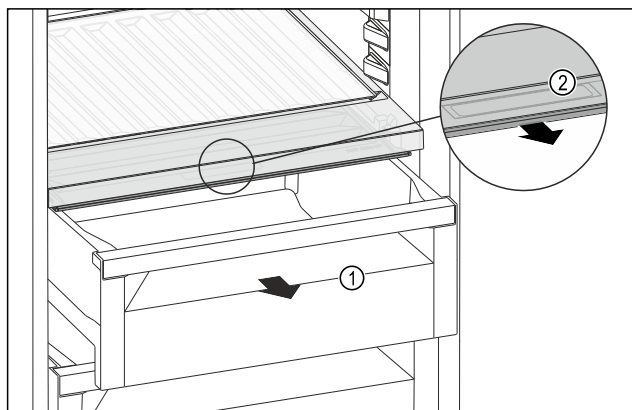

Fig. 214
- Izvucite ladicu Fig. 214 (1).
- Primite ručku Fig. 214 (2) na poklopcu pretinca i istodobno povucite poklopac pretinca prema naprijed.